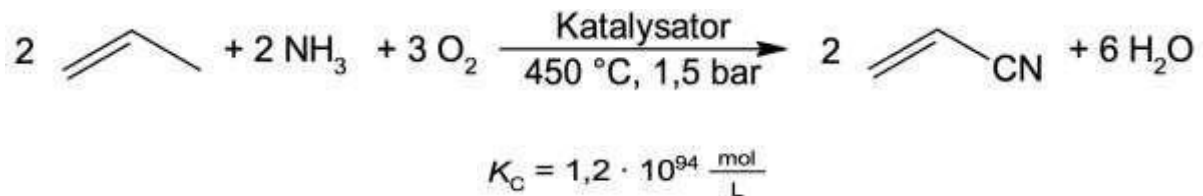

Abb. 8: Reaktionsschema für das SOHIO-Verfahren3
2. Die Herstellung von Acrylnitril findet großtechnisch u. a. mithilfe des SOHIO-Verfahrens statt (Abb. 8). Dabei wird Propen mit Ammoniak und Sauerstoff zu Acrylnitril und Wasser umgesetzt: